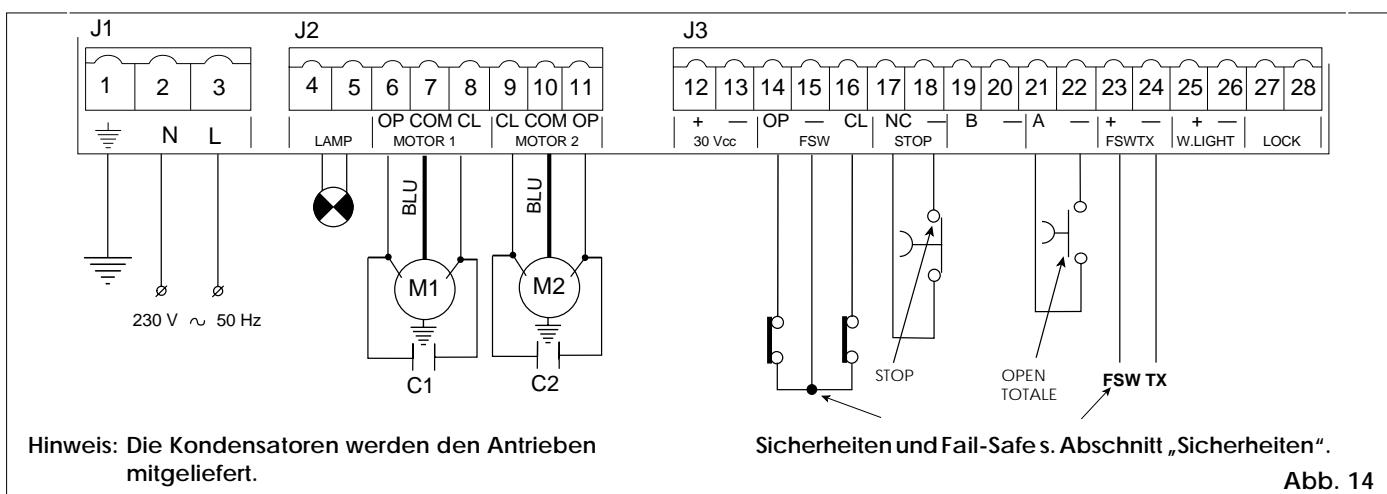

Abb. 14
###### ① Klemmenbrett J1 - (Abb. 14)
###### ② Klemmenbrett J2 - (Abb. 14)
###### ③ KS-Klemmenbrett J3 (Abb. 14): zum Anschluß des gesamten Zubehörs (s. Tabelle 3)
- 6) ÖFFNUNGSSIMPULS an Eingang A (Abb. 14) senden und überprüfen, ob sich die Torflügel öffnen.